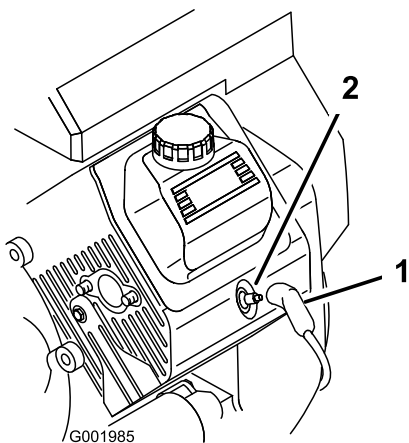

Bild 48
3. Ziehen Sie die Kabel von den Zündkerzen ab (Bild 48).
3. Stecken Sie die Kabel auf die Zündkerzen (Bild 48).